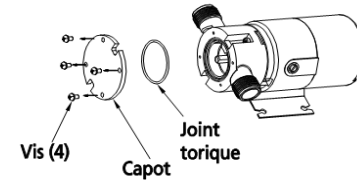

Figure 7 – Montage de la pompe
8. Installez l'anneau-o et la plaque (Voir Figure 7). Si la plaque est usée, inverser la tendance à la plaque de sorte que le cote non use fait face a la turbine